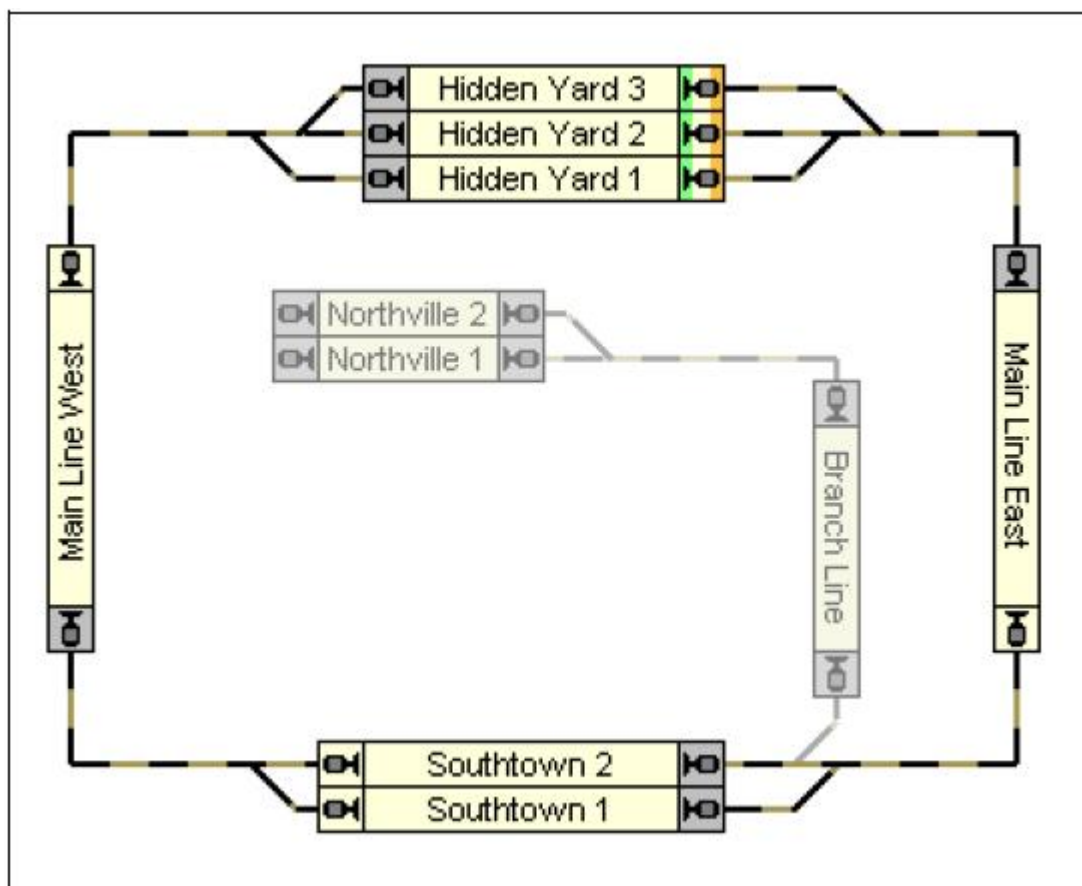

Figure 102 : Diagramme de Schedule avec Chemins alternatifs
La Figure 102 montre un Schedule pour des mouvements de train, qui commencent dans un des trois blocs du "Hidden Yard", passe sur la grande ligne dans le sens des aiguilles d'une montre, passe par un des deux blocs "Southtown" et fini de nouveau dans "Hidden Yard".
destination. Le Schedule de la Figure 102 peut donc être lancé en sens inverse des aiguilles d'une montre, également.
Les termes de début et de destination sont principalement employés pour décrire, d'où à où les trains circulent sur ce Schedule et où les trains s'arrêtent. Le bloc en cours de départ d'un train peut aussi être placé à l'intérieur du Schedule. Dans la Figure 102, le Dispatcher essaiera de trouver un train disponible dans "Hidden Yard" d'abord. Mais s'il n'y a aucun train approprié dans "Hidden Yard" alors le Dispatcher peut être renseigné pour lancer un train attendant dans "Southtown", si désiré. Si vous choisissez un train attendant dans "Southtown" et commencez un Schedule avec ce train, alors le Dispatcher utilisera ce train, bien qu'il ne soit pas placé dans le bloc de départ du Schedule.
Regardez la Figure 102, nous comprenons aussi, qu'avec un diagramme de Schedule simple et en choisissant quelques blocs, routes et liens du diagramme de bloc principal, nous pouvons décrire tous les mouvements de train possibles dans les deux directions sur la ligne principale de ce réseau.
- Pour éviter des boucles sans fin sur des Schedules circulaires, chaque bloc de départ deviendra automatiquement un bloc de destination (les blocs dans "Hidden Yard" de la Figure 102 sont des exemples).
- Il est possible de spécifier des blocs de destination complémentaires manuellement. Il serait par exemple possible d'explicitement spécifier "Southtown 1" comme un bloc de destination complémentaire dans la Figure 102. Si Southtown 1 est disponible, alors chaque train venant de "Main Line East" choisira "Southtown 1" comme destination. Si "Southtown 1" n'est pas disponible, alors le train passera automatiquement via "Southtown 2" à "Hidden Yard".
Le Dispatcher suit une stratégie *intelligente*, quand il doit choisir un chemin parmi plusieurs possibles. Dans la Figure 102, par exemple, le Dispatcher doit choisir un des trois chemins possibles, quand un train s'approche "Hidden Yard" de l'ouest ou de l'est.
En général un bloc ou une route réservée par un Schedule est libéré quand le train a atteint un bloc en avant de ce bloc/route et quand désormais ce bloc/route n'est pas indiqué comme occupé. Dans la Figure 102, par exemple, le bloc "Main Line East" n'est pas libéré avant qu'un train venant de "Hidden Yard" n'ait atteint "Southtown". Si "Main Line East" est cependant toujours indiqué comme occupé quand le train atteint "Southtown", alors la libération de "Main Line East" est retardée jusqu'à ce que l'indicateur d'occupation de "Main Line East" ne soit éteint.
- Quand un train atteint un certain bloc et quand tous les blocs/routes placés avant ce bloc sont non occupés, mais non placé derrière un autre bloc/route occupé et réservé, il est libéré. Si, par exemple, "Main Line East" dans la Figure 102 est toujours réservé et occupé quand le train arrive à "Main Line West", alors le bloc employé de "Southtown" n'est pas libéré, qu'il soit occupé ou non. Si les deux blocs "Main Line East" et "Southtown" liés, ne sont pas occupés quand le train arrive à "Main Line West", alors les deux blocs sont libérés.